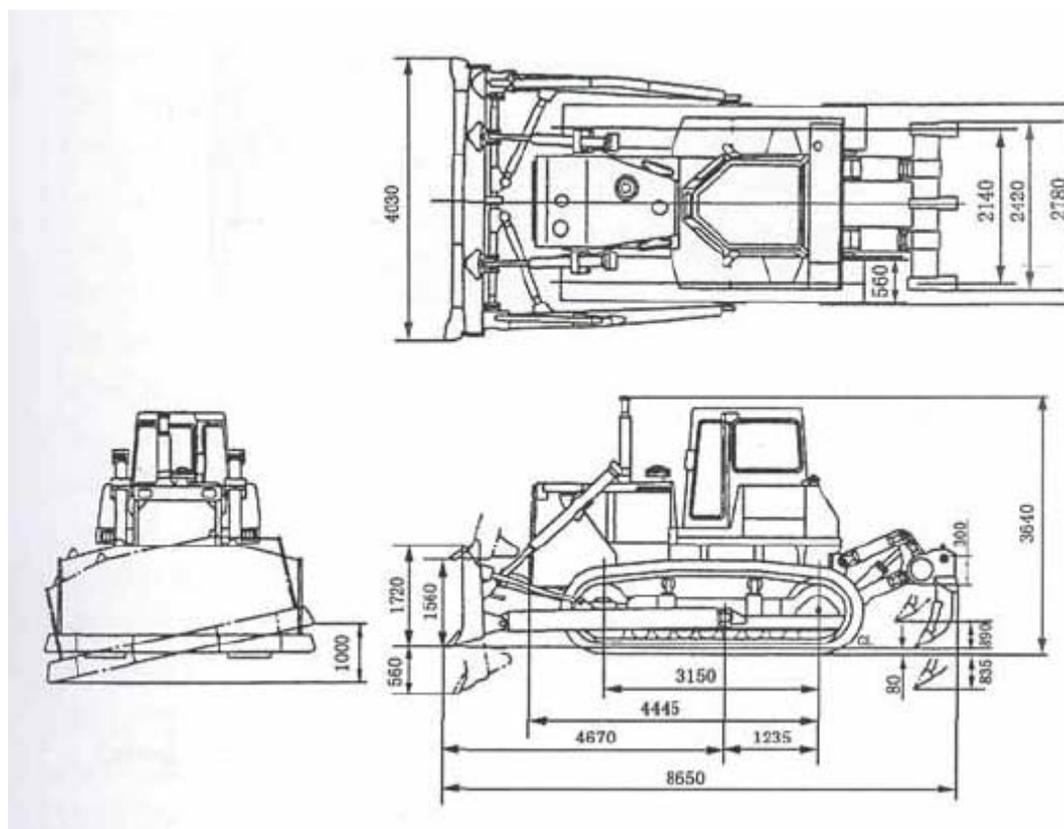

Рис. 1-2
1.3 Габаритные размеры (Рис. 1-2)